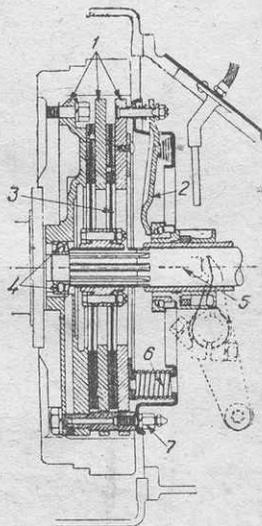

Рис. 37. Сцепление.
**Сцепление.** Сцепление выполнено по типу американского сцепления Лонга. Сцепление имеет три ведущих чугунных диска; из них один укреплен неподвижно на маховике, а два других скользят по направляющим шпилькам (см. рис. 37), проходящим через маховик и неподвижный диск. Два ведомых диска выполнены из гибкой стали и облицованы с обеих сторон феродо.